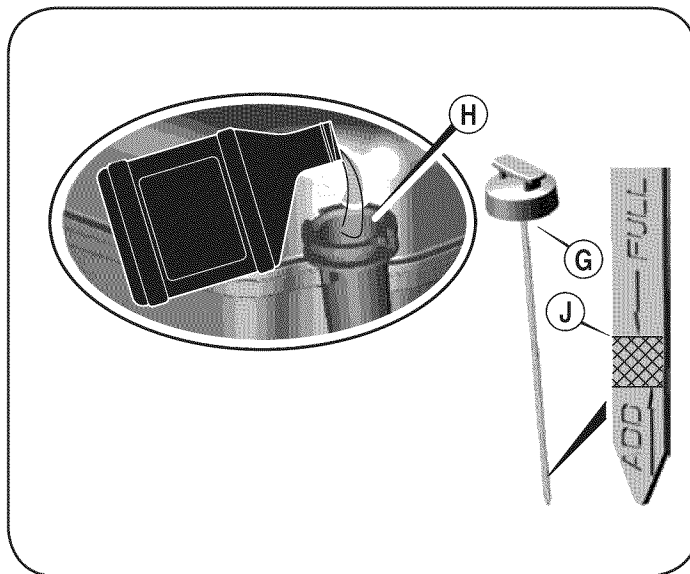

Figura 10
1. Saque la varilla del nivel de aceite (G). Vea la Figura 10.
2. Con la cortadora de césped ubicada en suelo nivelado, vierta el aceite lentamente por dentro del tubo de llenado de aceite del motor (H).
3. Coloque y ajuste la varilla indicadora. Luego quítela para revisar el nivel de aceite. Vea la Figura 10.